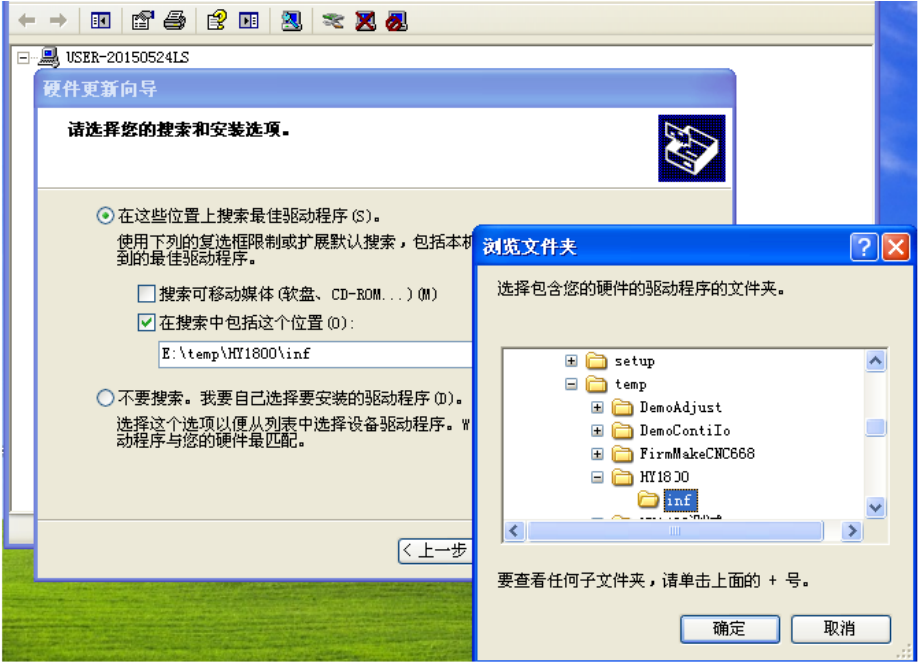

图 1-3 浏览并选择安装文件夹 INF
- 4) 在图 1-3 所示的向导中，点选“在这些位置中搜索最佳驱动程序”并勾选上“在搜索中包括这个位置”，点击浏览；